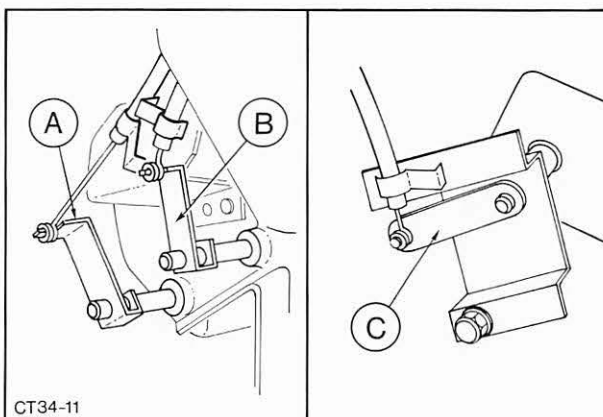

Abb. 15 Klappe in Endstellung bringen
3. Klappe in Endstellung bringen und Umhüllung-Bowdenzug in dieser Stellung festklemmen, Abb. 15.